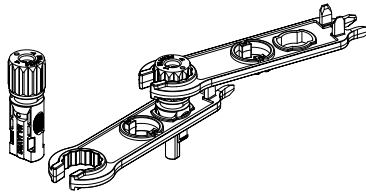

Abb. 5.5 Stecker mit aufgeschraubter Überwurfmutter
- c) Führen Sie den Kontaktstift in den oberen Teil des Steckers ein und ziehen Sie die Überwurfmutter am oberen Teil des Steckers vollständig an, wie in Abb. 5.5 dargestellt.